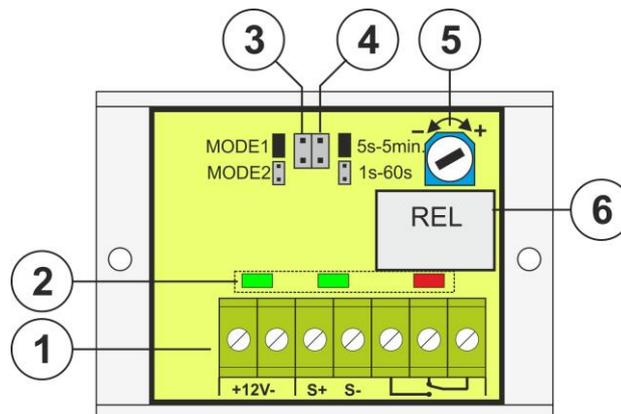

Abbildung 1: Ansicht des Moduls.
Nummer [Abb. 1]	Beschreibung
①	<p>Anschlüsse: +12 V- – Stromversorgung des Moduls, DC-Spannung S+ – Steuereingang, ausgelöst über den Pluspol der Stromversorgung S- – Steuereingang, ausgelöst über die Masse (den Minuspol) der Stromversorgung  – Relaisanschluss REL</p> <p>ACHTUNG! Auf Abbildung 1 stellt das Kontaktsystem den spannungslosen Zustand des Relais dar.</p>
②	<p>LED – optische Anzeige grün – Versorgungsspannung grün – Anzeige des Anliegens des Auslösesignals (S+ oder S-) rot - Anzeige des Einschaltens des Relais REL – (leuchtet, wenn das Relais eingeschaltet ist)</p>
③	<p>Jumper des Betriebsmodus:  Modus 1  Modus 2 Beschreibung:  Jumper aufgesteckt,  Jumper abgenommen</p>
④	<p>Jumper des Zeitraums:  Zeit im Bereich 1 s – 60 s  Zeit im Bereich 5 s – 5 min Beschreibung:  Jumper aufgesteckt,  Jumper abgenommen</p>
⑤	<p>Potentiometer zur Zeiteinstellung</p>
⑥	<p>Relais</p>